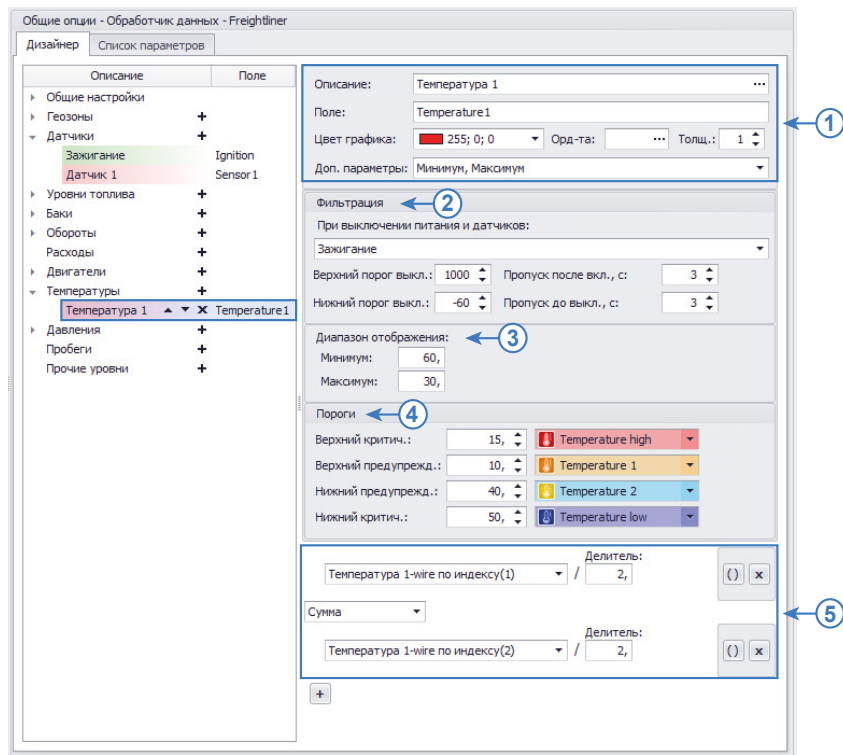

Рис.57. Создание параметра температуры.
1. Общие настройки (Рис.57, п.1). Общие настройки описаны в разделе «Общие настройки параметров», поэтому в данном разделе их настройка рассматриваться не будет.
2. Настройка первичной фильтрации показаний температуры (Рис.57, п.2)
Диапазон показаний может быть ограничен. В этом случае на графике параметра температуры будут отображаться только те значения, которые не выходят за пределы разрешенного диапазона. Для ограничения диапазона показаний необходимо перейти в группу настроек «Диапазон отображения» и настроить следующие поля (Рис.57, п.3):
Пороги настраиваются в блоке настроек «Пороги». Всего может быть настроено 4 порога (**Рис.57, п.4**): верхний критический, верхний предупреждения, нижний предупреждения и нижний критический. Для того чтобы порог обрабатывался, необходимо задать значение порога и присвоить иконку.
Для получения значения температуры нужного датчика из записей бортового контроллера «АвтоГРАФ» и отображения их в программе необходимо для настраиваемого виртуального датчика температуры задать выражение для расчета (**Рис.57, п.5**).
Для того чтобы задать выражение, необходимо в выпадающем списке выбрать исходный параметр и задать делитель (**Рис.57, п.5**). На Рис.57 показан пример расчета средней температуры по показаниям двух датчиков (1 и 2), подключенных к шине 1-Wire контроллера «АвтоГРАФ». Индексы датчиков определяются при настройке шины 1-Wire контроллера «АвтоГРАФ» в конфигурационной программе.